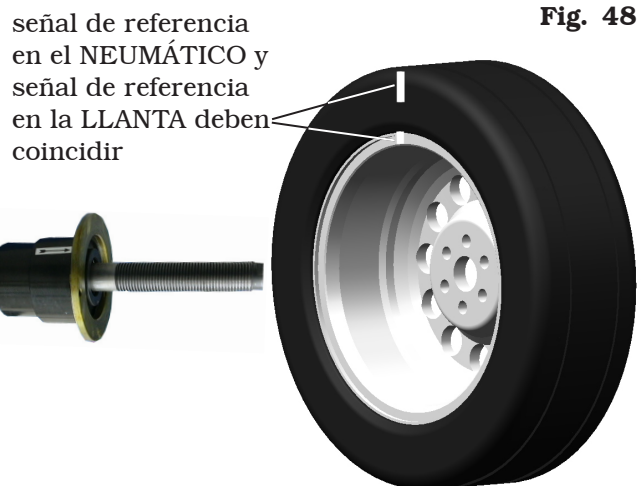

Fig. 48
PASO 4. Quitar la rueda de la equilibradora. Desmontar el neumático y remontarlo sobre la llanta hasta hacer coincidir las dos señales de referencia (llanta y neumático). Montar nuevamente la rueda sobre la equilibradora (véase Fig. 48) con las dos señales de referencia en correspondencia de la flecha sobre el plato.